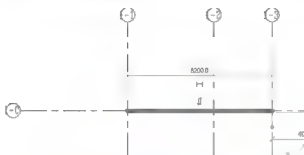

图 1.39 绘制墙体
进入建筑 F1(0.000) 楼层平面视图，捕捉①轴和③轴网 200 mm 墙体的中心线，单击鼠标作为墙体的起始端（图 1.39），向②轴方向拖动鼠标，沿外墙轮廓绘制墙体，结束时双击后选择“取消”命令，退出绘制模式。